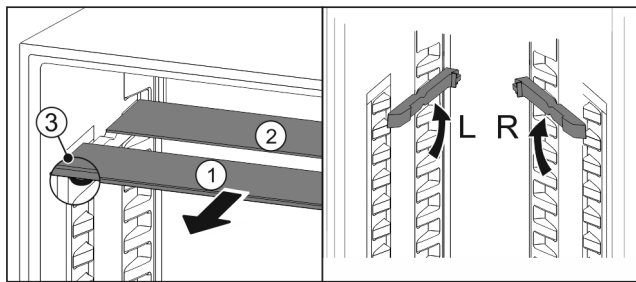

Fig. 112
- Extrageți Fig. 112 (1) pe rând plăcile de sticlă spre înainte.
- ▷ Placa de sticlă Fig. 112 (1) cu șipca decorativă se află în față.
- ▷ Opritoarele Fig. 112 (3) indică în jos.